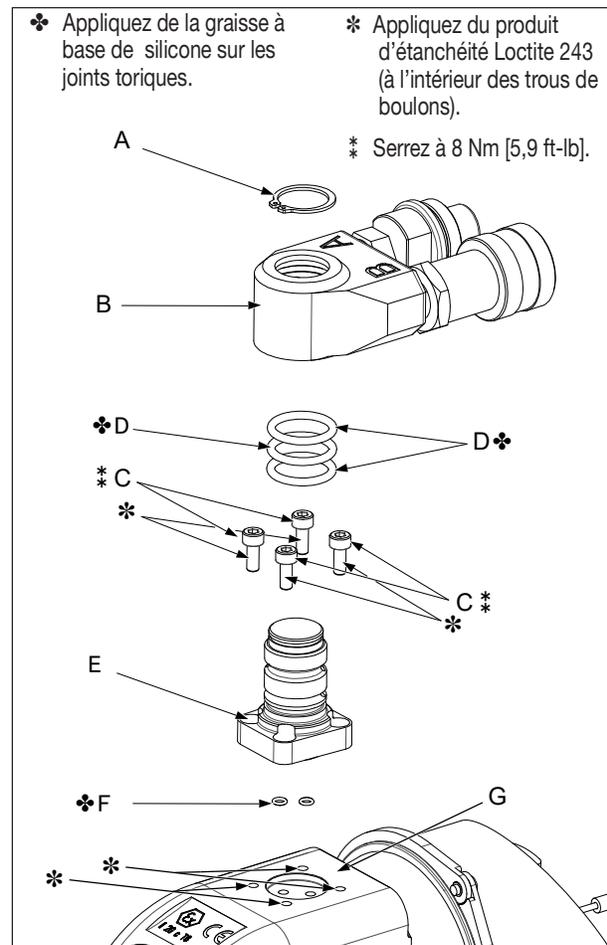

Figure 11 : potelet de raccord tournant et montage du raccord tournant
### 7.2.1 Montage du raccord tournant hydraulique (figures 11 et 12)
1. Appliquez une petite quantité de frein à filet Loctite 243 sur les orifices de montage filetés du boîtier de la clé. Reportez-vous à la figure 11 pour les emplacements.
2. Installez deux joints toriques neufs (F) dans les orifices situés à la base du potelet de raccord tournant (E).
3. Placez le potelet de raccord tournant (E) sur la clé (G) en veillant à ce que les orifices hydrauliques soient alignés. Veillez à ce que les joints toriques (F) ne tombent pas et ne soient ni coincés, ni coupés.
4. Installez les vis creuses dégraissées (D) et serrez à 5,1 Nm [3,7 ft lb].